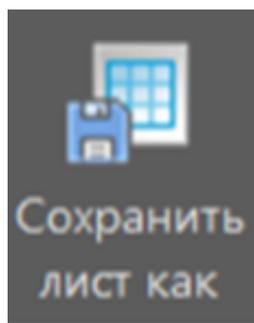

Рис. 5.11
- кнопка “Сохранить лист как” - сохраняет лист в качестве шаблона с расширением *.dwt, файла чертежа (*.dwg) или файла обмена графическими данными (*.dxf). (рис. 5.11).